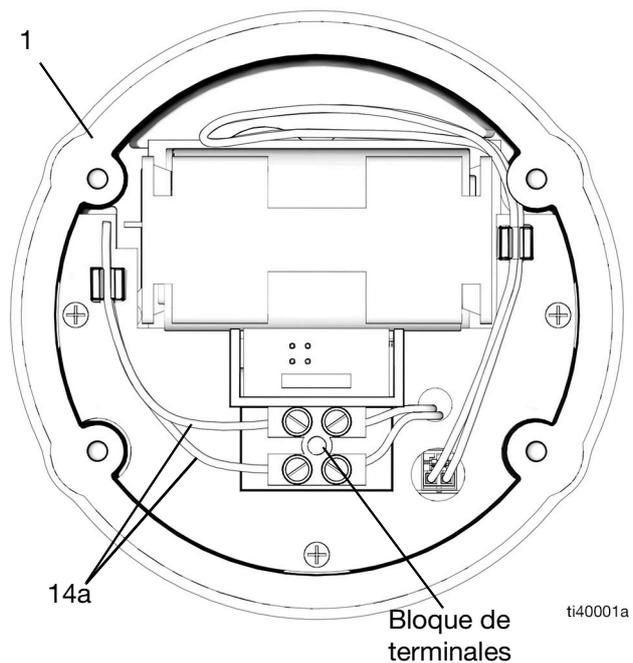

FIG. 9
6. Desconecte los cables de solenoide (14a) del bloque de terminales del bisel (1) (FIG. 9).
5. Vuelva a conectar los cables de solenoide (14a) en el bloque de terminales del bisel (1). Los cables son independientes de la polaridad, así que coloque cada cable en la apertura de cada terminal, consulte la FIG. 9 en la página 10.